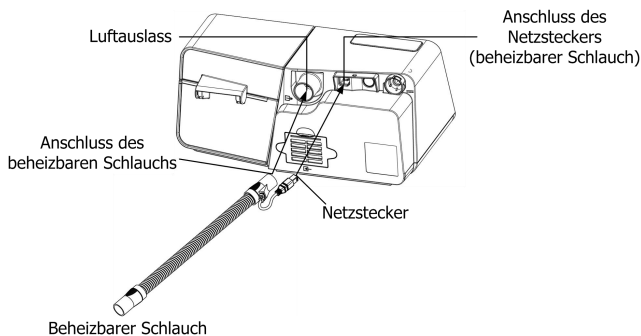

Abb. 12-9
(2) Falls Sie den beheizbaren Schlauch verwenden, schließen Sie zusätzlich den Netzstecker auf der Rückseite des Geräts an, wie in Abb. 12-9 dargestellt.